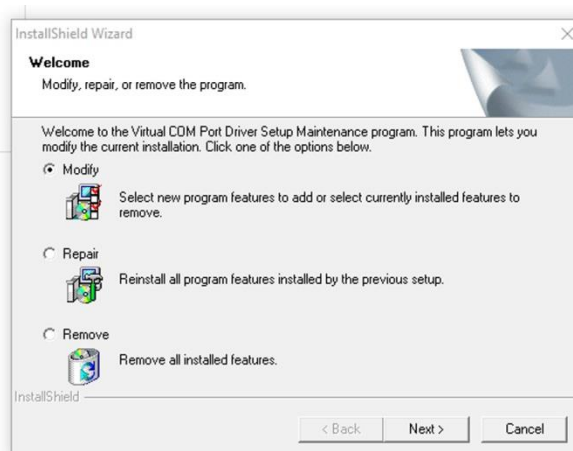

Рисунок A1.7 – Мастер установки приложения
1.6. Начнется процесс установки виртуального порта, который может занять некоторое время. В появившемся окне мастера установки (Рисунок A1.7) укажите, чтобы вы хотели сделать: